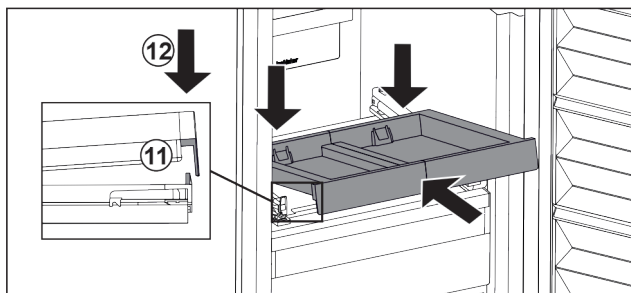

Fig. 104
- ▶ Inerați-l oblic. Aveți în vedere ca opritorul să fie în spatele lamelei pe ambele părți. Fig. 104 (11)
- ▶ Depuneți raftul extractibil în față. Fig. 104 (12)